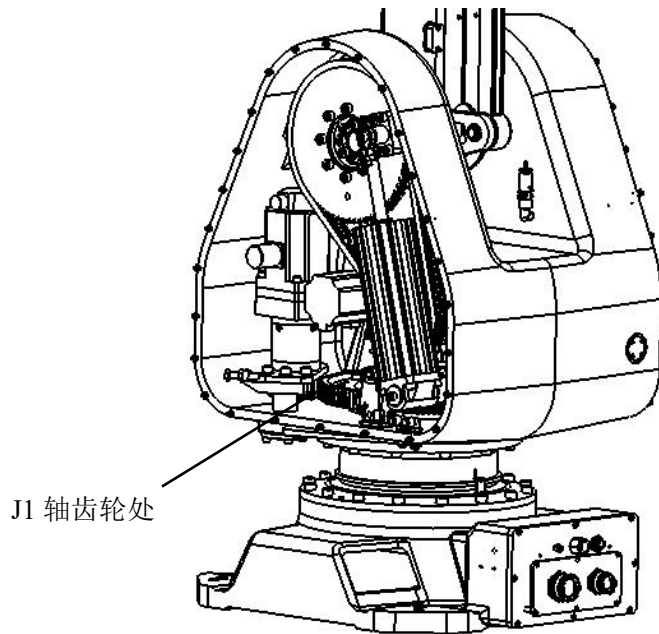

图 4-1 更换润滑油，J1 轴齿轮处
- 3) 拆除机器人转座两侧的碳纤维盖板，见图 4-1—4-3。